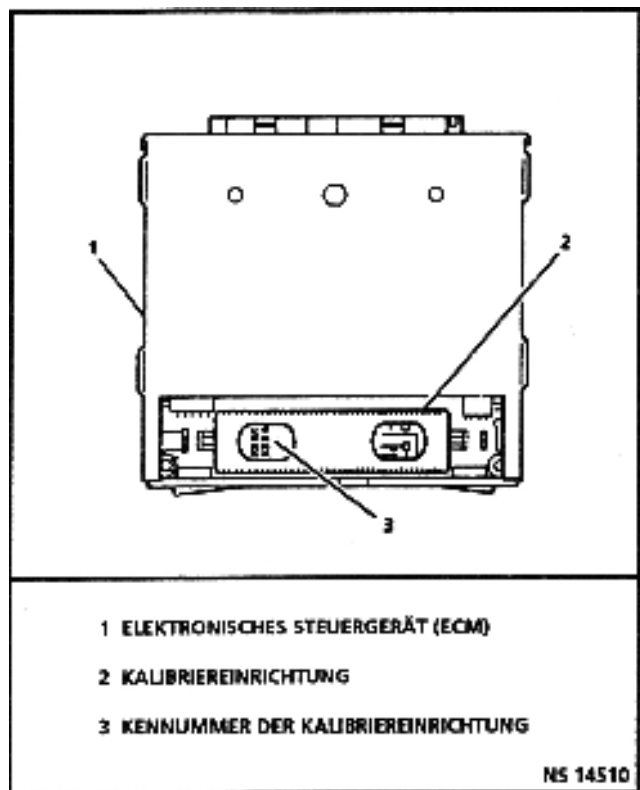

Bild 3.1-1 Kennnummer der Kalibriereinrichtung
- Beim Auswechseln des werksseitig eingebauten ECM mit einem Ersatz-ECM müssen beide Kennnummern, d.h. die Kennnummer der Kalibriereinrichtung sowie die des werksseitig eingebauten ECMs auf dem Wartungsschild eingetragen werden (siehe Bild 3.1-1). Kennnummer bitte nicht auf dem ECM-Gehäuse eintragen! Anhand dieser Kennnummer-Registrierung kann die Funktion der ECM-Teile über die Lebensdauer des Fahrzeugs verfolgt werden.